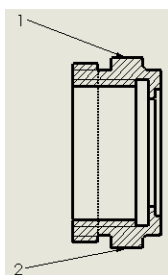
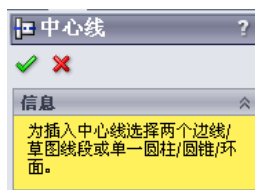
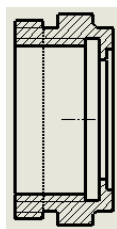

图 14-104 需要标注的视图
图 14-105 “中心线”属性管理器
图 14-106 添加中心线后的视图
中心线常应用在旋转类零件工程视图中,本节以添加如图 14-104 所示工程视图的中心线为例说明添加中心线的操作步骤。
① 执行命令。选择菜单栏中的“插入”→“注解”→“中心线”命令,或者单击“注解”工具栏中的“中心线”图标按钮,执行添加中心线命令。
② 设置标注属性。此时系统弹出如图 14-105 所示的“中心线”属性管理器,单击如图 14-104 所示中的边线 1 和边线 2,添加中心线,结果如图 14-106 所示。